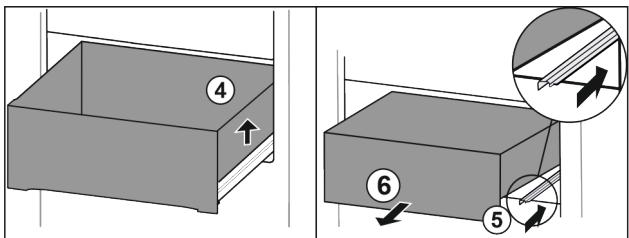

Fig. 14*
- Приподнимите выдвижной ящик справа Fig. 14 (4).*
- Вставьте правую направляющую Fig. 14 (5).*
- Извлеките выдвижной ящик движением вперед Fig. 14 (6).*